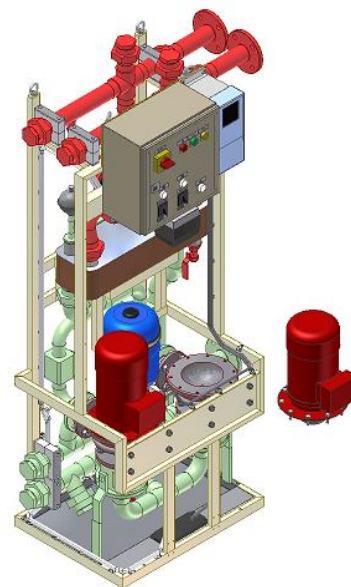

Рис. 4.2-1
8. Открутите болты и гайки от фланца двигателя насоса. Корпус насоса должен оставаться на месте (рис. 4.2-1). Обратите внимание, что в системе присутствует предустановленное давление в 1,5 бара, используйте защитные очки.